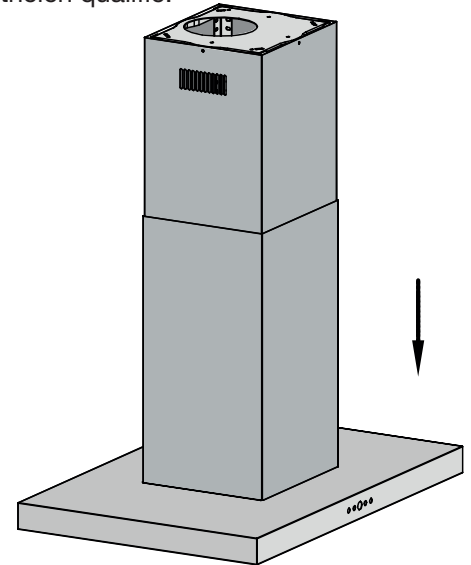

Figure 33
- Lorsque toutes ces étapes seront terminées, retirer le crochet en S et abaisser la cheminée inférieure (voir la figure 33).